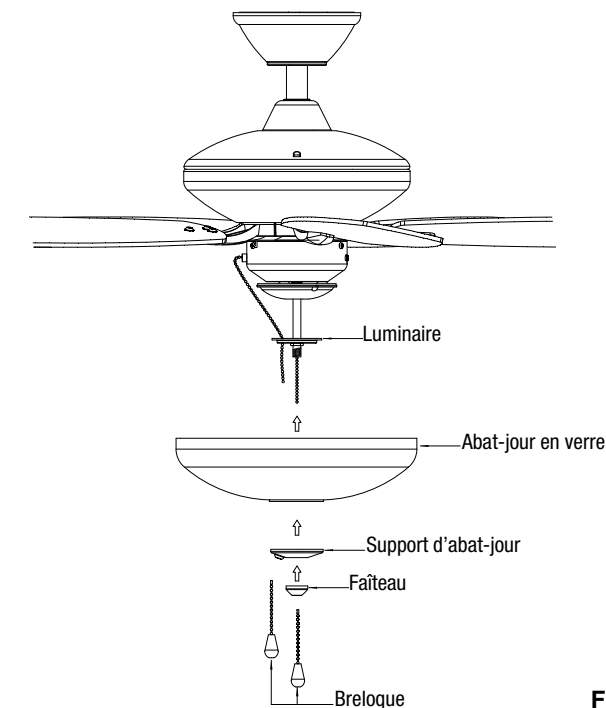

Fig. 16
**Étape 1.** Dévissez le faîteau et retirez le support d'abat-jour en verre de la douille du luminaire (Fig. 16)
**Étape 3.** Lorsque l'abat-jour en verre a été soulevé avec précaution jusqu'au luminaire, de sorte que le filetage de la douille du luminaire ressort du bas de l'abat-jour en verre, soulevez le support d'abat-jour en verre jusqu'à l'abat-jour en verre, en le faisant passer sur le filetage de la douille du luminaire. Vissez le faîteau sur le filetage qui ressort du bas du support d'abat-jour en verre. Serrez le faîteau à la main uniformément afin de bien fixer le verre. NE PAS TROP SERRER. (Fig. 16)
**Étape 4.** Attachez les breloques aux tirettes. (Fig. 16)